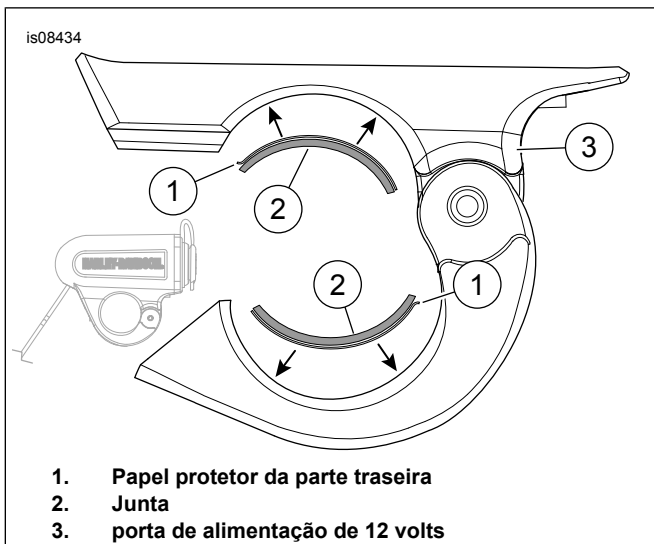
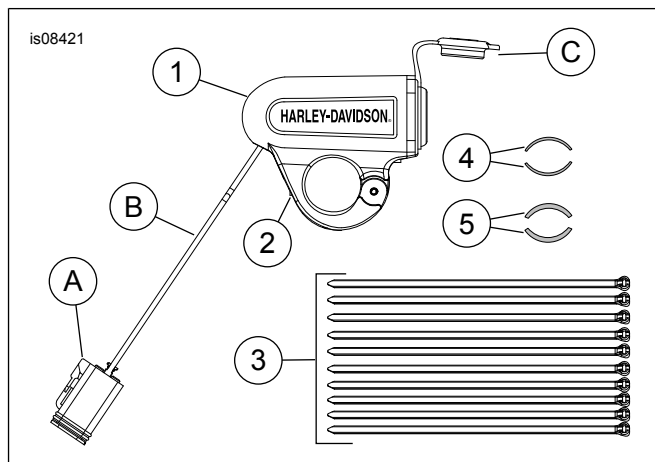

Figura 1. Papel protetor da parte traseira, Junta e Porta de Alimentação de 12 Volts
Figura 3. Peças de reposição: Fonte de Alimentação de 12 Volts para o Guiador
Ver Figura 3 e Tabela 2 .
5. Ver Figura 3 e Tabela 2 .
- a. Para 7/8 pol. guiadores, instalar as juntas grossas (5) fornecidas no kit.
- b. Para 1 pol. guiadores, instalar as juntas finas (4) fornecidas no kit.
6. Ver a Figura 1. Retire o papel protetor (1) da parte traseira da junta (2). Instalar as juntas no interior da porta de alimentação de 12 volts (3).
7. Ver a Figura 3. Posicionar a porta de alimentação no local pretendido. Coloque o parafuso (2) na posição adequada. Neste momento, não apertar totalmente.
- a. Ver a Figura 3. Cortar o conector de seis pinos (A).
- b. Descarte 0,375 pol. (9,5 mm) do isolamento de cada fio do chicote (B)
- b. Ver a Figura 3. Remover a tampa da tomada (C).
- c. Ver a Figura 3. Retirar os fios e instalar os terminais do kit (69201750) para o chicote (B). Veja o manual de serviço.
- 14. **TODOS os Outros Modelos:** Ver a Figura 3. Remover a cobertura de proteção contra o pó do acessório conector. Ligar o conector de 12 volts ao conector de seis pinos (A).
- 15. Fixe o chicote (B) com abraçadeiras de cabos (3). A parte do chicote que sobrar ou que ficar solta (B) pode ser enrolada e pode ser presa com abraçadeiras de cabos